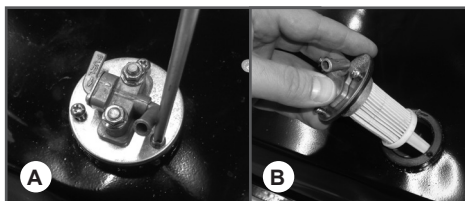

Рис. 18 Извлечение топливного фильтра
- Открутите винты крепления топливного крана (Рис.18А) и снимите топливный кран в сборе с фильтром (Рис. 18В).